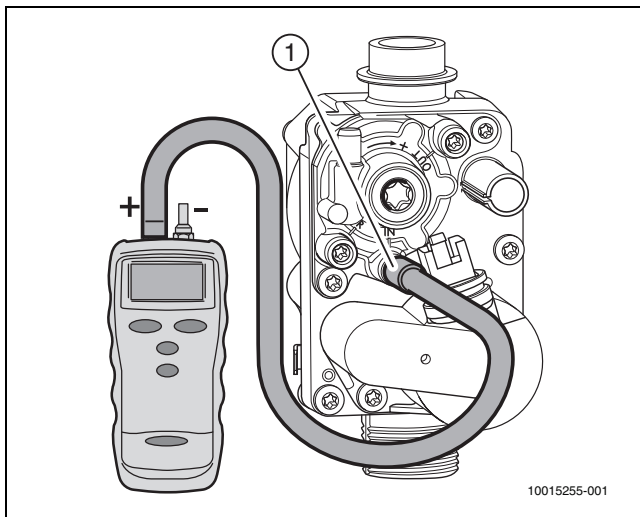

Bild 4 Gas-Anschlussdruck messen
- Schraube am Messstutzen für den Gas-Anschlussdruck 2 Umdrehungen lösen (→ Bild 4, Position [1]).